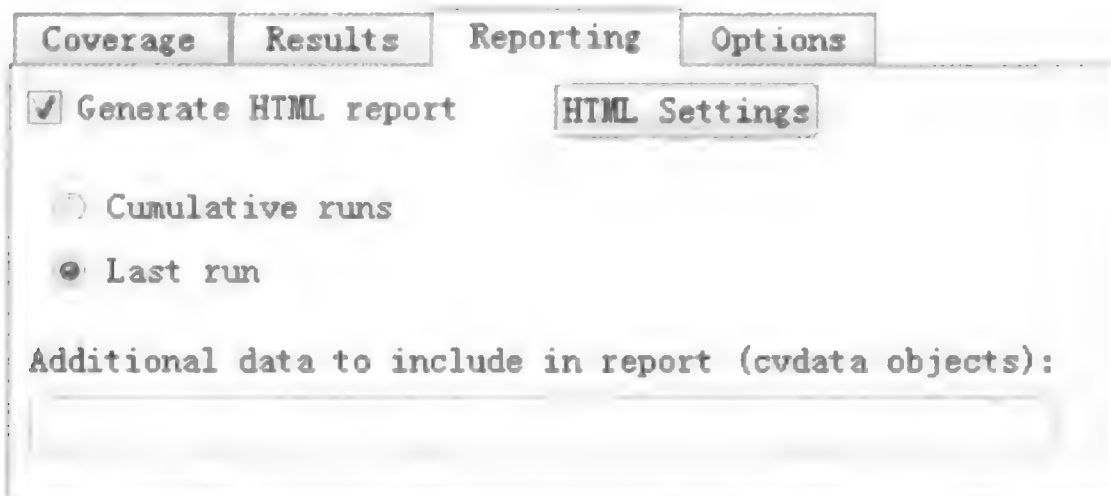

图 9.5.41 Report 选项卡
① Save Cumulative Results in Workspace Variable。累积各次的覆盖度检查结果,以 cv-data object name 文本框内的文字作为对象变量名,保存在 MATLAB 工作空间。
② Save Last Run in Workspace Variable。在 MATLAB 工作空间保存最近一次的覆盖度检查结果,以 cvdata object name 文本框内的文字,作为对象变量名。
③ Increment Variable Name with Each Simulation。按顺序逐个保存最近一次的覆盖度检查结果,避免以往的结果被覆盖。
④ Update Results on Pause。系统在仿真暂停时,立即给出覆盖度检查报告,随后用户可以继续执行仿真,在下一次暂停或停止时,再次更新检查报告。
⑤ Display Coverage Results Using Model Coloring。根据覆盖度程度,以不同颜色显示各个模块。例如全覆盖的模块,显示淡绿色,不完全覆盖的模块,显示淡红色。
(3) Report 选项卡。该选项卡各选项,用于设置是否生成以及如何生成检查报告,如图 9.5.41 所示。